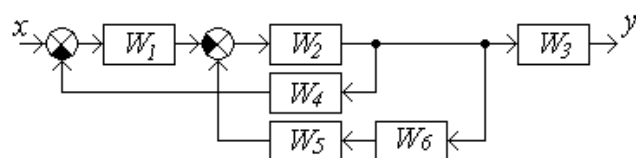
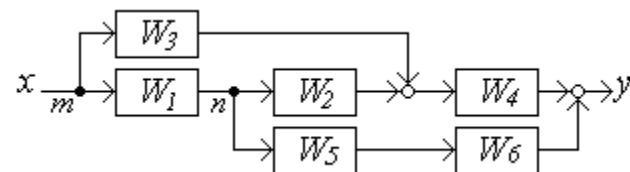

Рисунок 1.5
Рисунок 1.6
№3. Найти эквивалентную передаточную функцию схемы (рисунок 1.5).
№4. Найти эквивалентную передаточную функцию схемы (рисунок 1.6).
- моделировать простейшие схемы управления элементами сварочного оборудования.	а Рисунок 1.3 №2. Найти эквивалентную передаточную функцию схемы (рисунок 1.4).  Рисунок 1.4 №3. Найти эквивалентную передаточную функцию схемы (рисунок 1.5).  Рисунок 1.5 №4. Найти эквивалентную передаточную функцию схемы (рисунок 1.6).  Рисунок 1.6 №5. Записать в общем виде главную передаточную функцию системы (рисунок 1.7)  Рисунок 1.7 №6. Найти $W_{uf}(s)$ для системы со структурной схемой (рисунок 1.8)